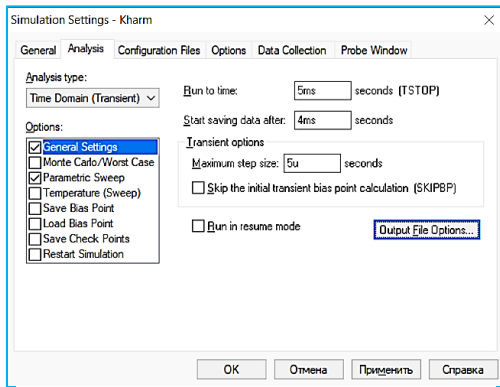

Рис. 3.7. Создание профиля моделирования **kharm**.
1. Создайте новый профиль моделирования **kharm**, унаследованный (*Inherit From*) от профиля **tran**. Внесите следующие изменения (Рис. 3.7):
4. В верхнем окне построения командой **Trace/Add Trace** откройте окно Add Traces. В строке Trace Expression введите выражение **-YatLastX(AVG(W(RH))/AVG(W(E1))\*100** (минус перед выражением обязательный!). Нажмите **OK**. На экран будет выведен график зависимости КПД усилителя (в процентах) от амплитуды **A** входного синусоидального сигнала (Рис. 3.7).